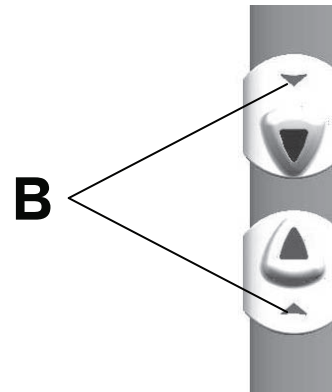

图 8 – 打开/关闭指示灯
注解 - 当使门脱离锁定机构时，打开/关闭指示灯 (B) 将显示黄色 (图 8)。
注解 - 当门锁定在关闭位置时，打开/关闭指示灯 (B) 将显示绿色 (图 8)。